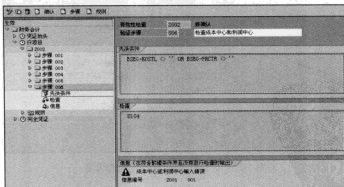

图 5-39 检查成本中心和利润中心的输入是否正确
STEP 6 检查成本中心和利润中心的输入是否正确。创建左树中“行项目”的“步骤 006”，可以在右栏中定义成本中心和利润中心输入有效性的检查，如图 5-39 所示。